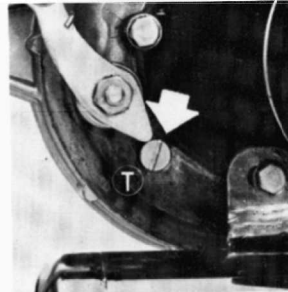

Fig. 22
Para verificar el nivel de aceite desenroscar el tapón (T) (fig. 22). El líquido deberá permanecer a la altura del taladro.